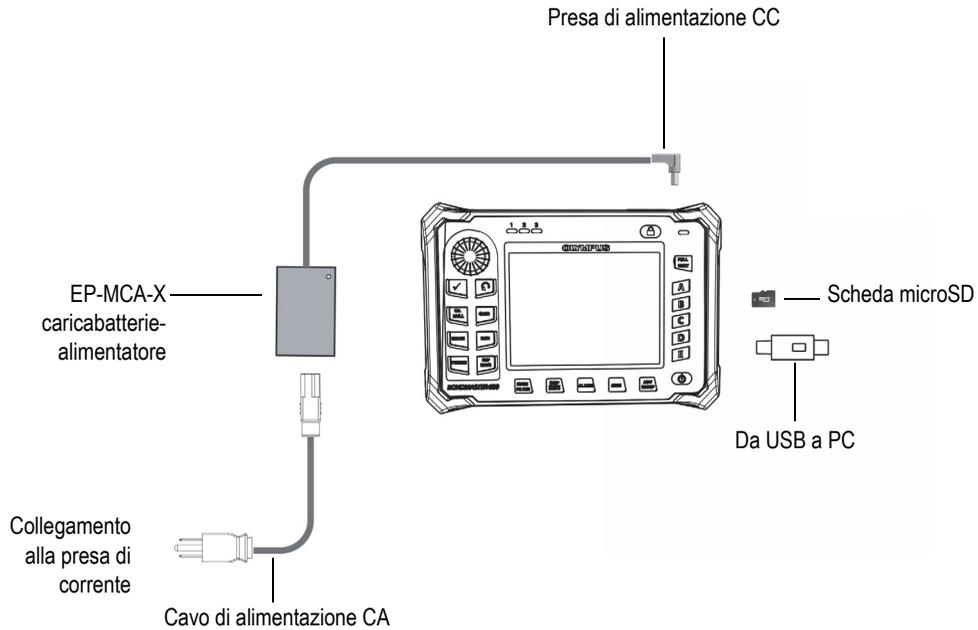

Figura 2-1 I collegamenti del BondMaster 600
La Figura 2-1 a pagina 34 illustra i collegamenti del BondMaster 600 con il caricabatterie-alimentatore, la scheda microSD e un personal computer (PC).